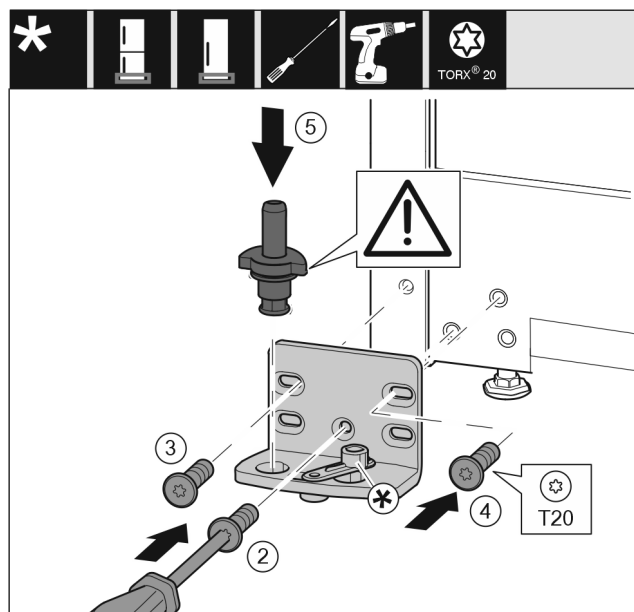

Fig. 21
- Nasadte stojan ložiska na druhé straně a přišroubujte pomocí šroubováku. Začněte šroubem Fig. 21 (2) dole uprostřed.
- Utáhněte šroub Fig. 21 (3) a šroub Fig. 21 (4).
- Zcela vložte ložiskový čep Fig. 21 (5). Přitom dávejte pozor, aby zajišťovací vačka směřovala dozadu.